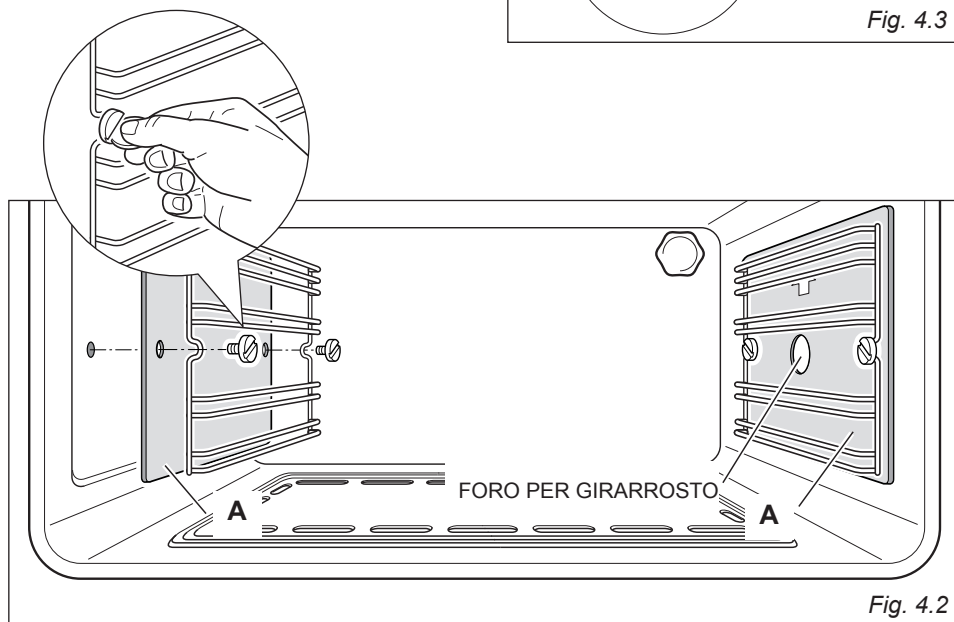

Fig. 4.2
- Montare i telai laterali fissandoli alle pareti del forno con 2 viti (fig. 4.2).
Nei modelli che ne sono provvisti, interporre i pannelli autopulenti "A" con la freccia rivolta verso l'alto (fig. 4.2). Il pannello catalitico con il foro laterale deve essere posizionato sulla parete destra del forno. **NON INTERPORRE IL PANNELLO CATALITICO SENZA FORO SULLA PARETE DESTRA DEL FORNO.**
- Avvitare i telai laterali alle pareti del forno (e i pannelli autopulenti se forniti - fig. 4.2).